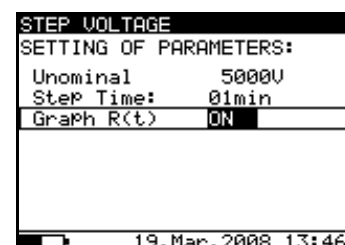

Bild 26. Einstellmenü bei der Stufenspannungsprüfung
- Drücken Sie die Taste **SELECT**; das Einstellmenü erscheint im Display, siehe **Bild 26**.